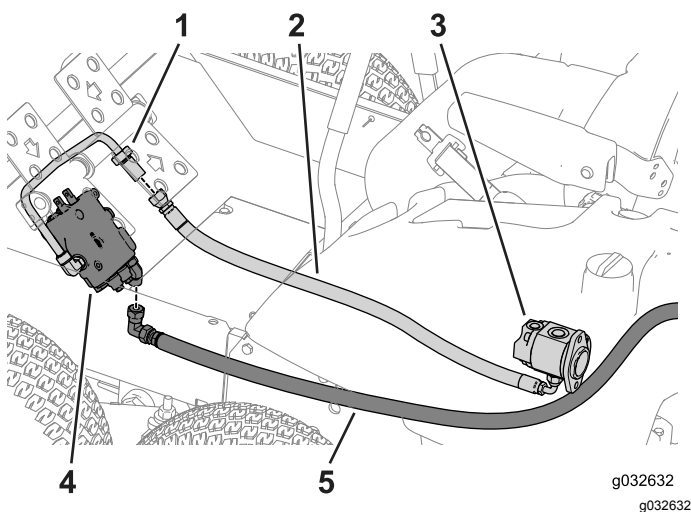

Figura 81
4. Encaminhe os tubos para a parte frontal da máquina (Figura 81)